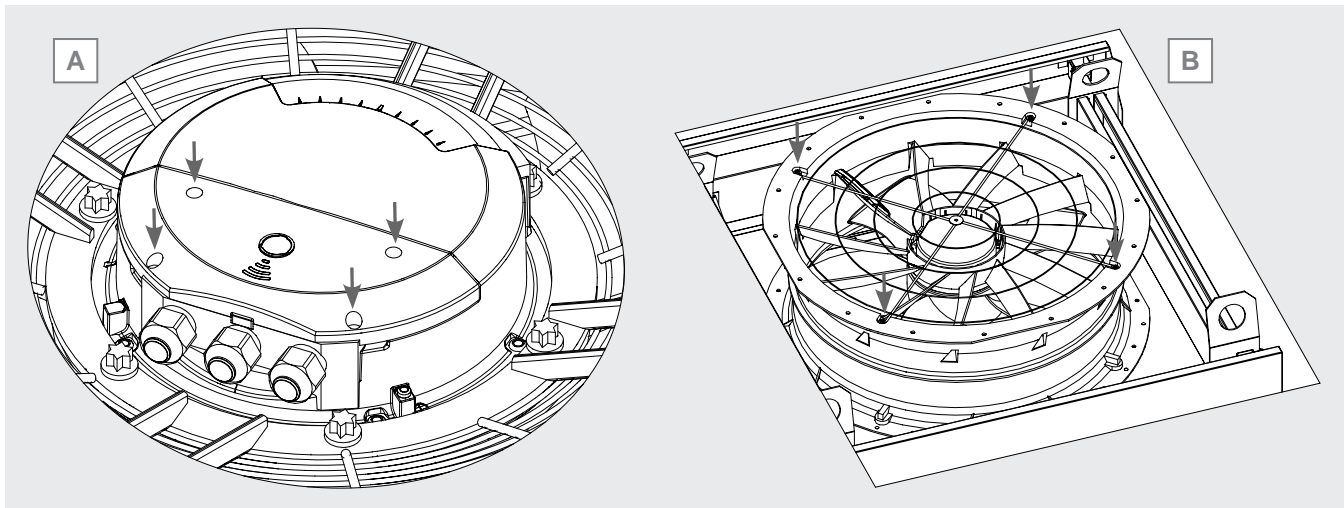

Figura 36
- motoventilador de fijación radial y planar: la caja es normalmente accesible. Desatornille los tornillos que fijan la tapa y retírela. Guarde la cubierta en un lugar adecuado. La forma, las dimensiones y los puntos de fijación de la tapa varían según la marca y el modelo de ventilador: como ejemplo, véase la Figura 36 A.
- motoventilador con cubierta del ventilador integrada: desatornille los tornillos que fijan la rejilla del motor a la cubierta del ventilador. Véase la Figura 36 B. Retire la rejilla y guárdela en un lugar adecuado. Localice la carcasa del motor. Desatornille los tornillos que fijan la cubierta y retírela. Guarde la cubierta en un lugar adecuado. La forma, el tamaño y los puntos de fijación de la cubierta varían en función de la marca y el modelo de ventilador: como ejemplo, véase la Figura 36 A.